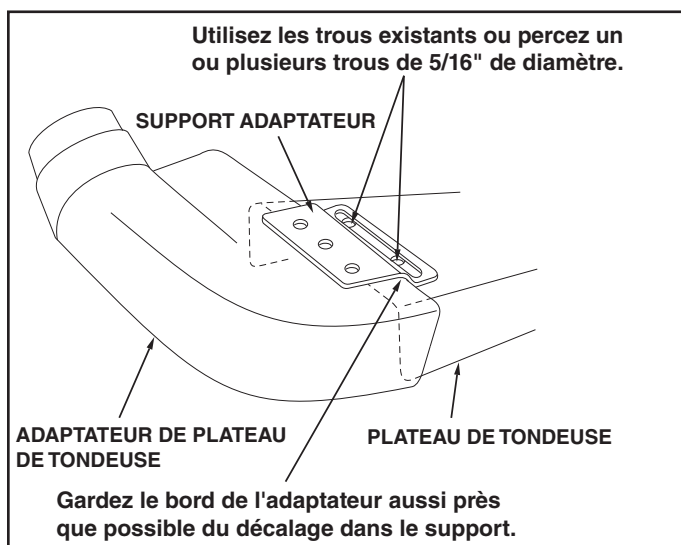

FIGURE 15
- En maintenant ensemble le support de l'adaptateur et l'adaptateur de plateau, positionnez l'adaptateur de plateau sur le plateau de la tondeuse. En gardant le bord de l'adaptateur de plateau aussi près que possible du décalage du support d'adaptateur, vérifiez si la fente du support d'adaptateur peut être alignée avec un ou deux des trous du déflecteur dans l'ouverture de décharge de votre plateau de coupe. Si le support ne peut pas être positionné correctement en utilisant les trous existants, il sera nécessaire de percer un ou deux trous de 5/16" de diamètre dans le plateau. Voir la figure 15.